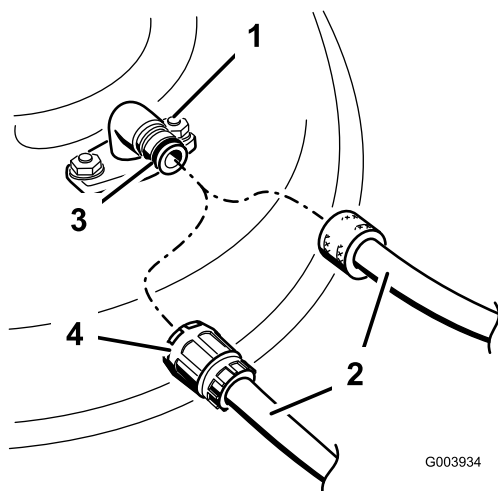

Figure 73
3. Branchez le raccord du tuyau au raccord de lavage du plateau de coupe et ouvrez l'eau en grand (Figure 73).